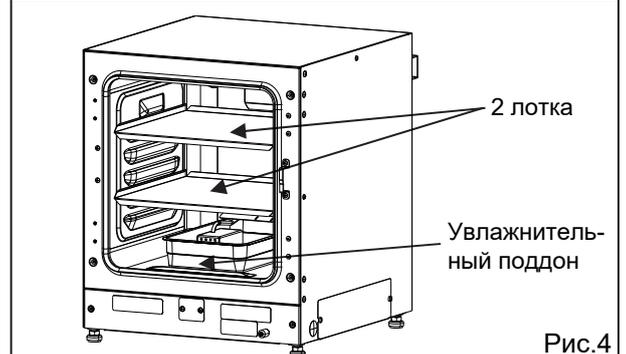

Рис.4
(3) Установите увлажнительный поддон (Рис. 4).
(4) Установите два лотка (Рис. 4).